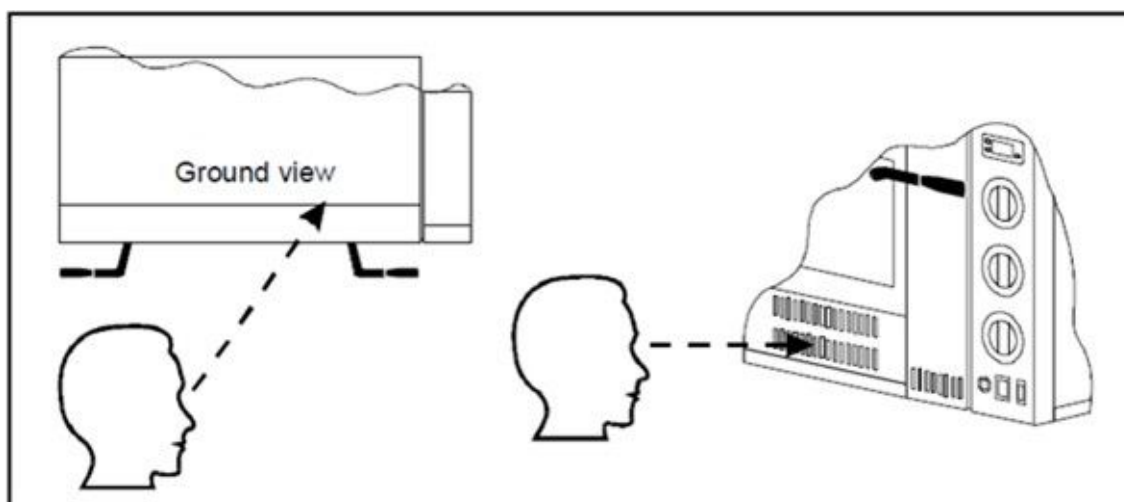

FIG.15
- 5) Ruotare la manopola della valvola principale di alimentazione del gas (fig.14-rif.4) nella posizione tenere premuta la manopola e contemporaneamente premere più volte l'accensione piezoelettrica della fiamma pilota (fig.14-rif.5) . Non appena la spia si accende, rilasciare la manopola. il pilota deve rimanere acceso se non si ripete l'operazione. La spia luminosa può essere comandata attraverso le aperture poste sul lato destro del pannello frontale (fig.3-rif.2) guardando verso l'interno osservando un'inclinazione di circa 45° verso destra (FIG.15);